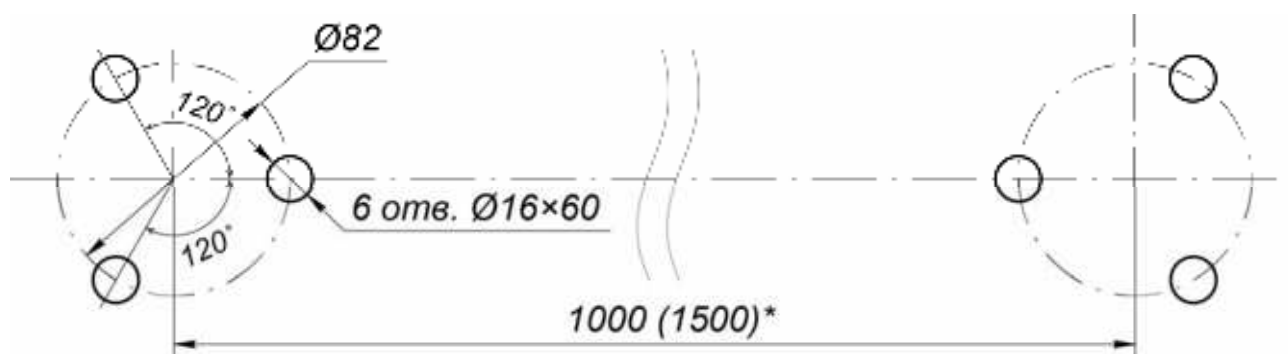

Рисунок 11. Расположение отверстий под анкерные болты во фланцах стоек
3. Разметьте и просверлите отверстия на установочной поверхности под анкера PFG IH 10 «SORMAT» в соответствии со схемой разметки (см. рис. 11). Сначала размечаются центры установки стоек секции ограждения, затем от них размечаются точки крепления стоек, допускается использование в качестве шаблона непосредственно самих фланцев стоек.